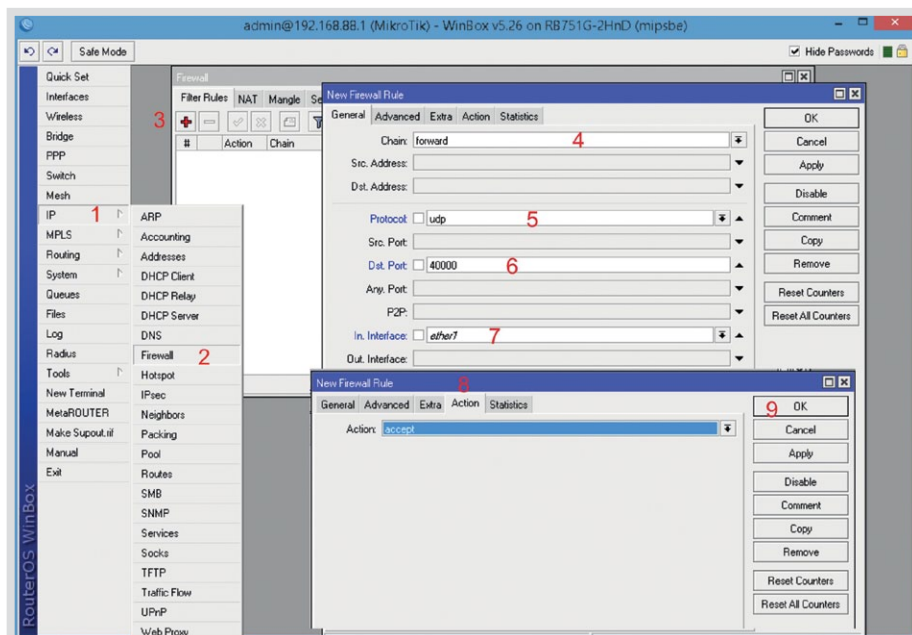

Рис. 17. Правила фаервола.
1. Открываем меню **IP** (рис. 17);